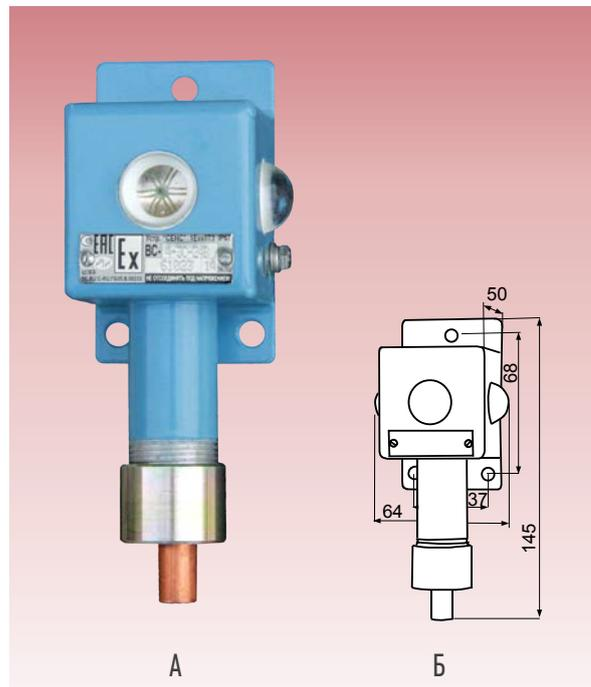

Рис. 1. Сигнализатор ВС-4-ЗС: А - внешний вид, Б - габаритные и установочные размеры.
- 4) Наличие устройства крепления защитной оболочки кабеля - по умолчанию УКМ-10 (крепление металлорукава, диаметром 10мм) - показан на фотографии рис. 1. По заказу: "ВС-4-...-УКМ-12" (крепление металлорукава, диаметром 12 мм); "ВС-4-...-УКБК-15" (крепление бронированного кабеля, диаметром по броне до 15 мм); "ВС-4-...-УК-16" (крепление металлорукава, бронированного кабеля, наружным диаметром до 16 мм).